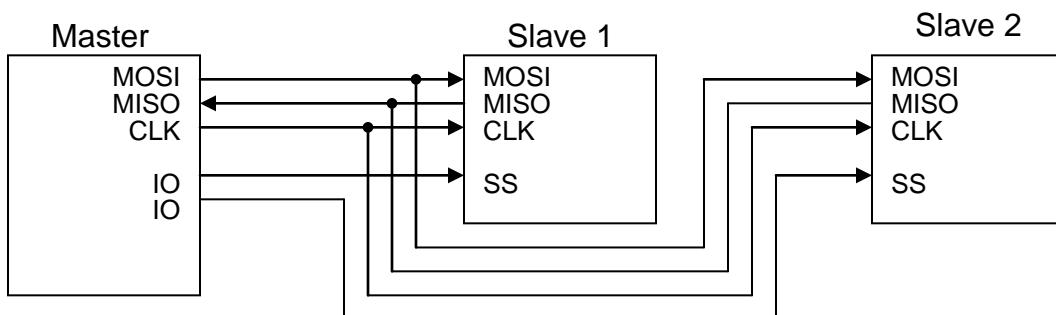

Fig. 14-1: SPI signals between master and slave devices
**TxAk:** 传输确认位. 当收到完整的8位数据, 此位将设置(NoAck) 或清除(Ack) 并传输到主机显示接收状态. 事实上, 它是被作为一个字节的传输在第9位如Fig. 14-1.